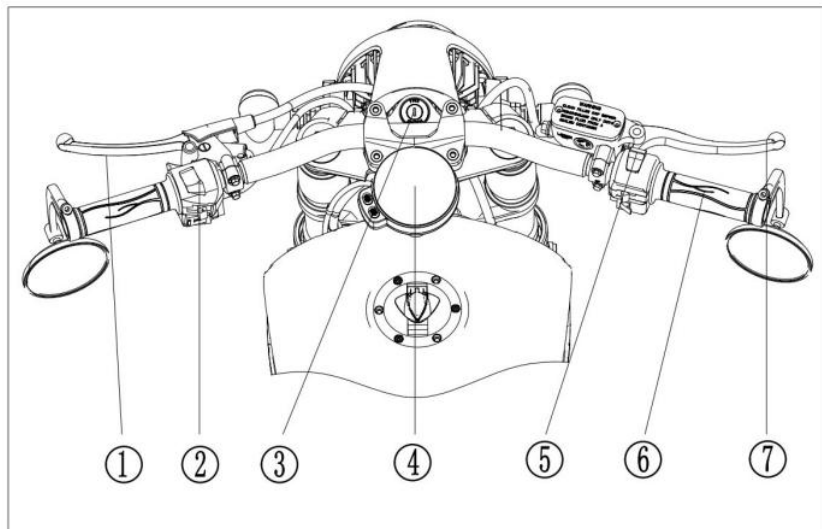

Abb.3
3. (Abb.3)
- ① Kupplungshebel
- ② Linke Schalterkombination
- ③ Zündschalter
- ④ Armaturenbrett
- ⑤ Rechte Schalterkombination
- ⑥ Gasgriff
- ⑦ Vorderer Bremshebel